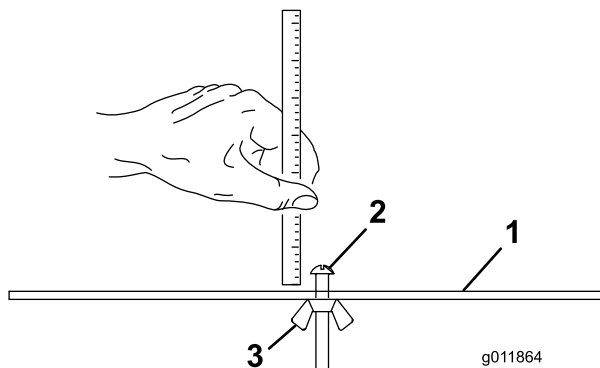

Figura 18
2. Allentate il dado sulla barra di riferimento (Figura 18) e regolate la vite di regolazione secondo l'altezza di taglio desiderata. La distanza tra l'estremità inferiore della testa della vite e la parte frontale della barra corrisponde all'altezza di taglio.